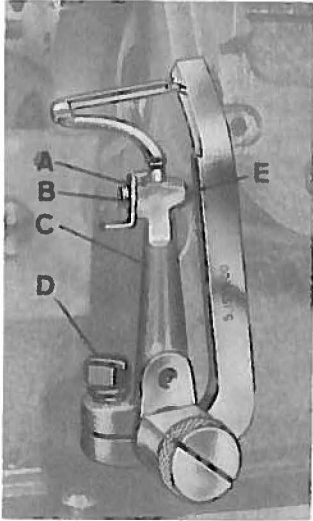

fig. 4
- S 1686.00 serve per tutte le operazioni ad eccezione dell'operazione n. 4 (fig. 4);
- S 1555.00 per l'operazione n. 4 (fig. 4).
### 4. Fasatura crochet inferiore (fig. 4).
- allentare leggermente la vite D; (fig. 4)
- bloccare a fondo la vite E (fig. 4).